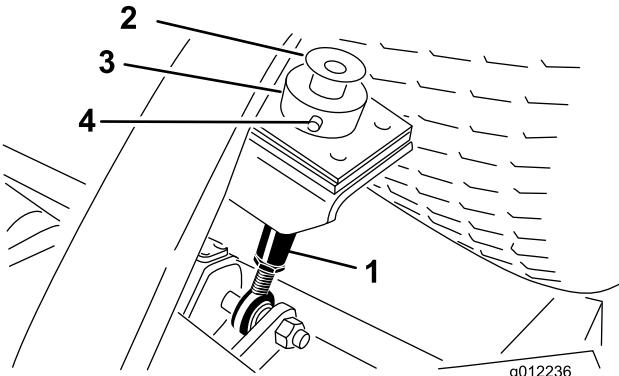

Figura 23
3. Rimuovete la coppia e il perno con testa che fissano il collare dell'altezza di taglio alla relativa asta sulla parte posteriore dell'apparato di taglio (Figura 23). Rimuovete il collare dell'altezza di taglio.
2. Rimuovete il bullone e la rondella montati sulla sommità di ogni asta dell'altezza di taglio (Figura 23).